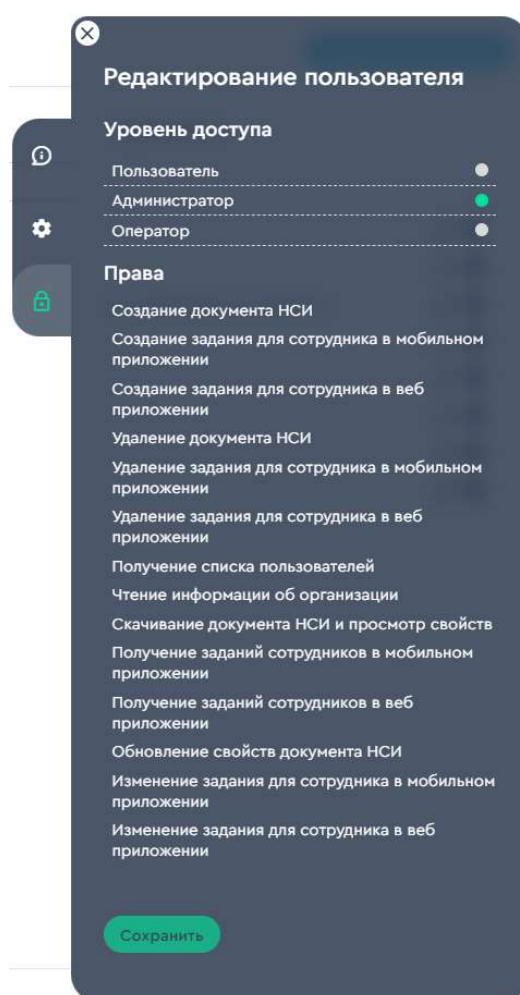

Рисунок 30 - Панель редактирования прав
– панель редактирования прав (Рисунок 30).